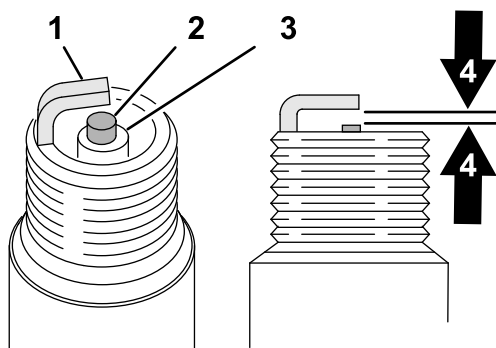

Figure 39
- Réglez l'écartement (Figure 39) entre électrodes centrale et latérale à 0,76 mm.